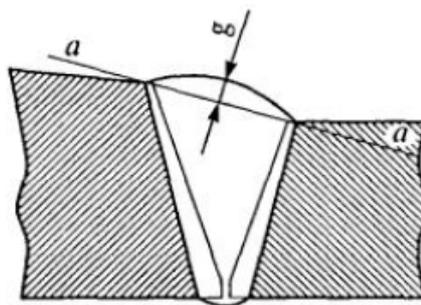

Рисунок 3 - Измерение выпуклости (вогнутости) стыкового шва ( g ) при различном уровне наружных поверхностей деталей, вызванном разницей в толщинах стенок
- установить искатель на образце (рис. 3) таким образом, чтобы на экране дефектоскопа появился эхо-импульс;